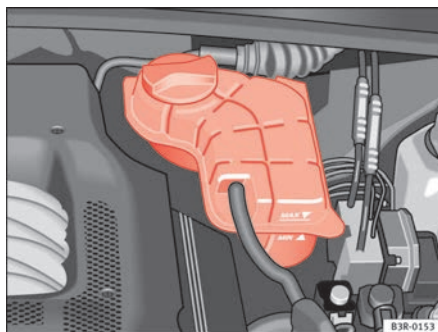

Fig. 175 Compartimento do motor: Depósito do líquido de refrigeração
- Controle o nível do líquido de refrigeração no depósito de expansão do líquido de refrigeração ⇒ **fig. 175**. Com o motor frio, o nível deve situar-se entre as marcas «min» e «max». Com o motor quente, o nível poderá situar-se também um pouco acima da marca «max».
- Coloque um pano sobre o tampão do depósito de expansão do líquido de refrigeração ⇒ **fig. 175** e desenrosque-o **com cuidado** rodando-o para a esquerda ⇒ .